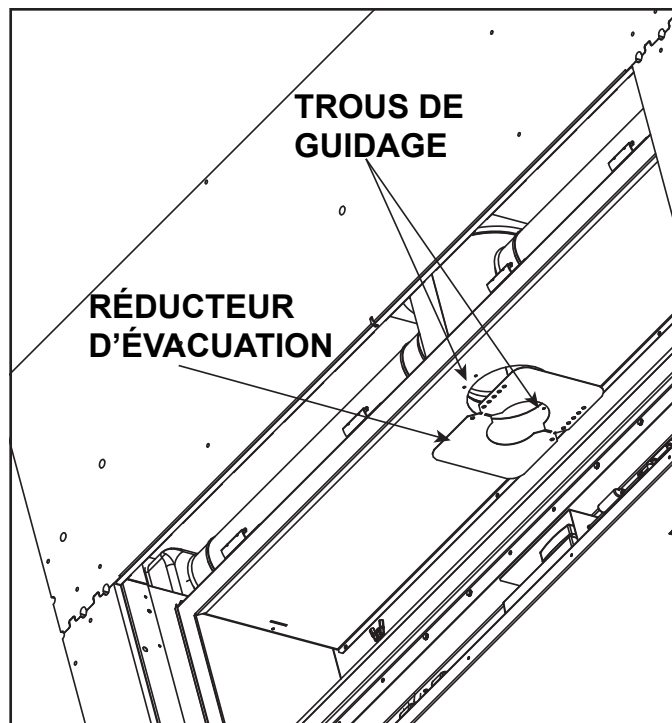

Figure 4.9 Réducteur d'évacuation
1. Localisez les deux trous de guidage à l'intérieur de la chambre de la boîte à feu, comme montré à la figure 4.9.